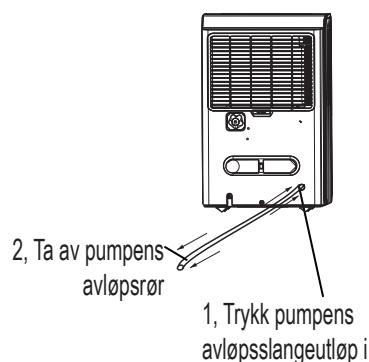

Fig. 13
- Trykk pumpens avløpslangeutløp i og ta av pumpens avløpsrør ut av den (se Fig.13). Pass på at ikke vannet i pumpeavløpslangene drypper på gulvet.